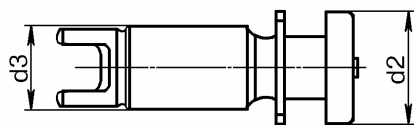

Рис.36.
16.2.2 Поршень регулятора 2101, 2121, рис. 36.**Допускается:**